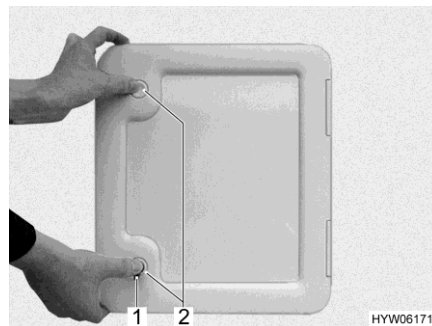

Bild 163 Klappe (Fäkalientank)
- Klappe für Fäkalientank außen am Fahrzeug öffnen. Dazu Schlüssel in den Schließzylinder des Druckschlusses (Bild 163,1) stecken und eine viertel Umdrehung im Uhrzeigersinn drehen.
- Beide Druckschlösser (Bild 163,2) gleichzeitig mit dem Daumen drücken und Klappe für den Fäkalientank öffnen.